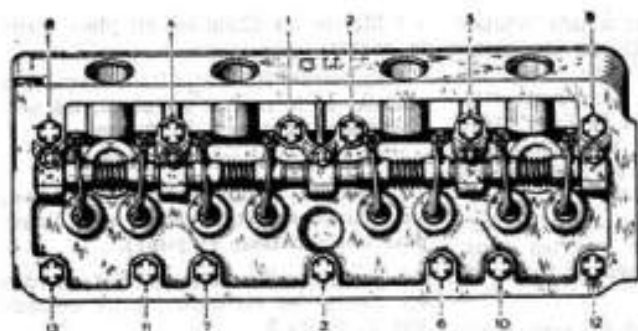

Fig. 5. — Ordre et couples de serrage des vis de culasse.
* Enduire d'hermétic les filetages des vis. Serrer les vis dans l'ordre indiqué par la figure 5.